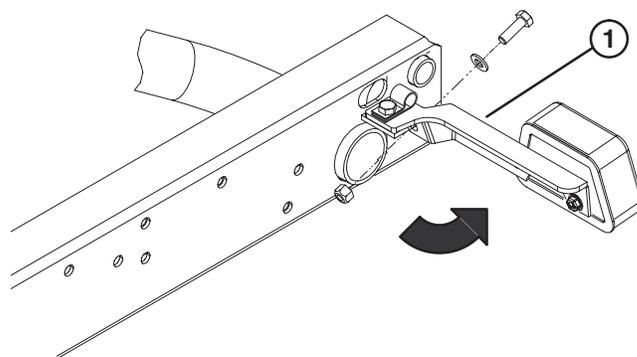

Figura 1
3. Fixe a parte traseira de cada um dos suportes da luz traseira à parte de trás dos suportes do chassis com um parafuso de 5/16–18 x 1 polegadas, uma anilha de chapa de 0,344 polegadas I. D. e uma porca de bloqueio, conforme figura 1.